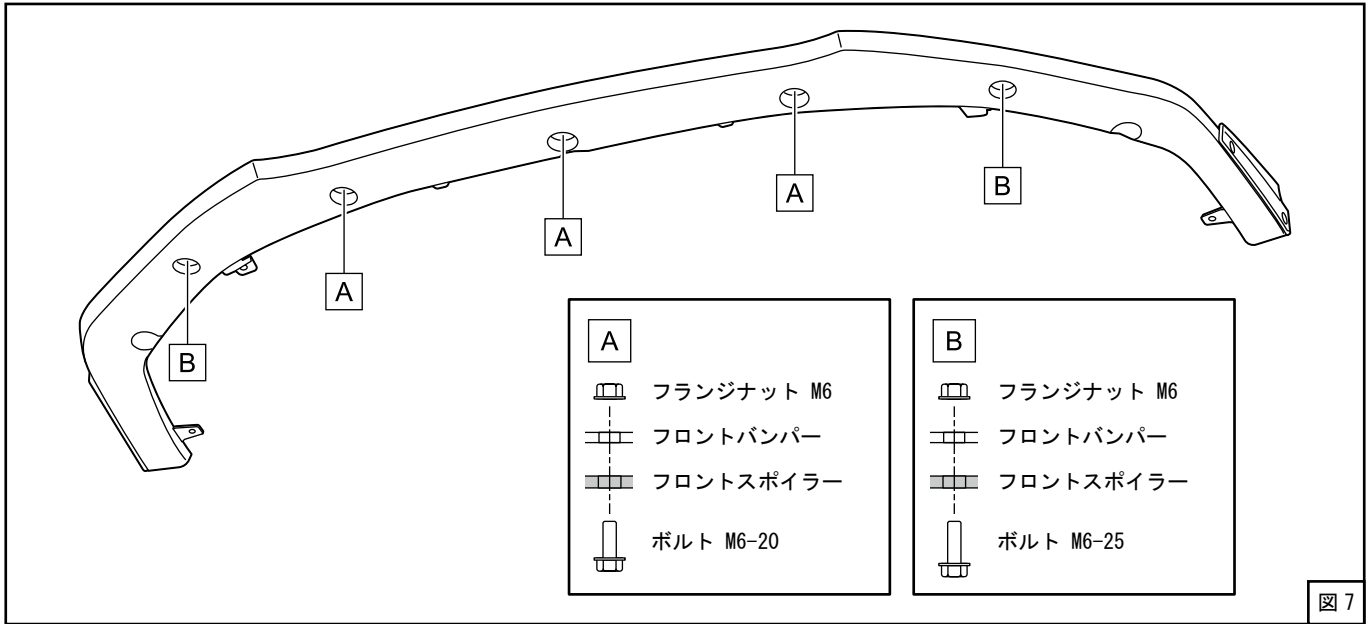

図7
- (9) (5) で開けた穴にキットパーツを使用してフロントスポイラーをフロントバンパーに固定してください。(図7) ボルトのねじ部にはねじロック剤 (LOCTITE243 相当品) を塗布してください。